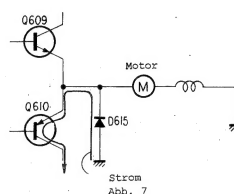

Abb. 7
- 16) Der Motor wird nicht länger mit Strom versorgt und setzt aus (siehe Abb. 7).